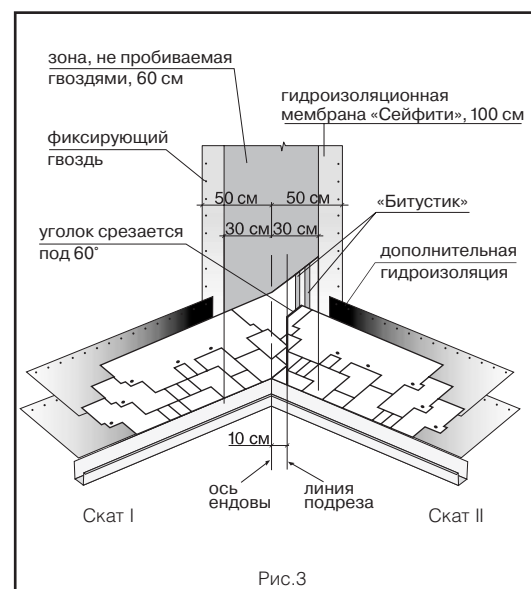

Рис.3
Ендова (рис.3)
- на прилегающем скате (II) вдоль оси ендовы на расстоянии 30 см от нее отбивается линия;
- лист, подходящий к ендове со ската II, должен доходить до линии подрезки и обрезаться по ней. Верхний уголок обрезанного края листа подрезается под углом 60° (5 x 3 см – рис. 3);